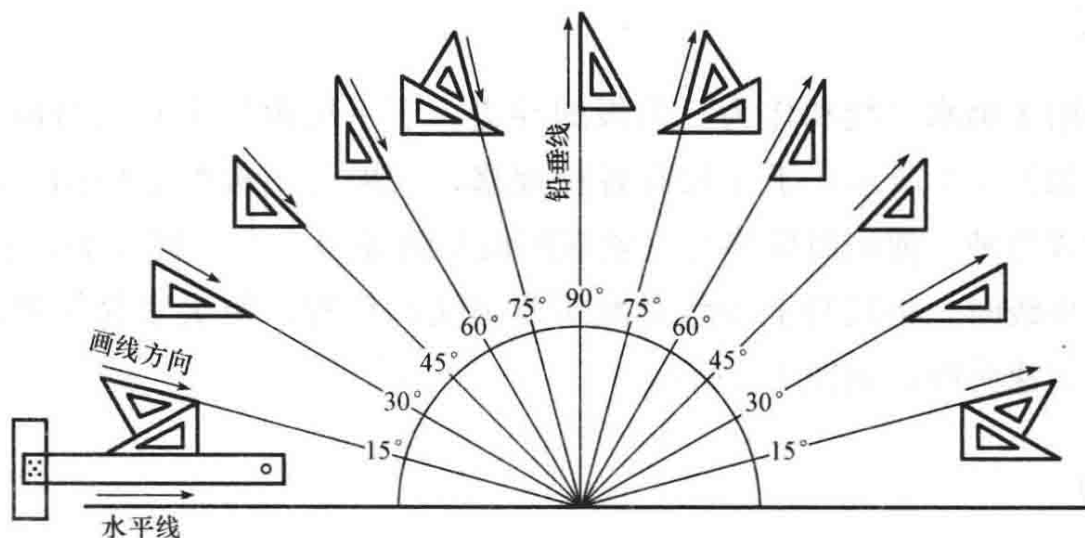

图 1-4 三角板与丁字尺配合画  $15^\circ$  倍角的斜线
(2)与丁字尺配合画  $15^\circ$  倍角的斜线。一副三角板与丁字尺配合使用，可画出与水平线分别成  $15^\circ$ 、 $30^\circ$ 、 $45^\circ$ 、 $60^\circ$ 、 $75^\circ$  等角度的斜线，如图 1-4 所示。